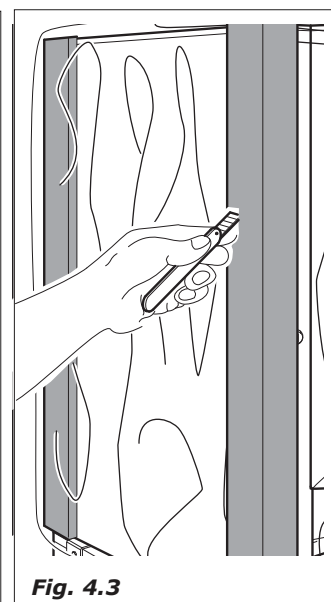

Fig. 4.3
- Libérer le distributeur de son film plastique en coupant celui-ci avec un outil approprié le long des angles de protection (figure 4.3).